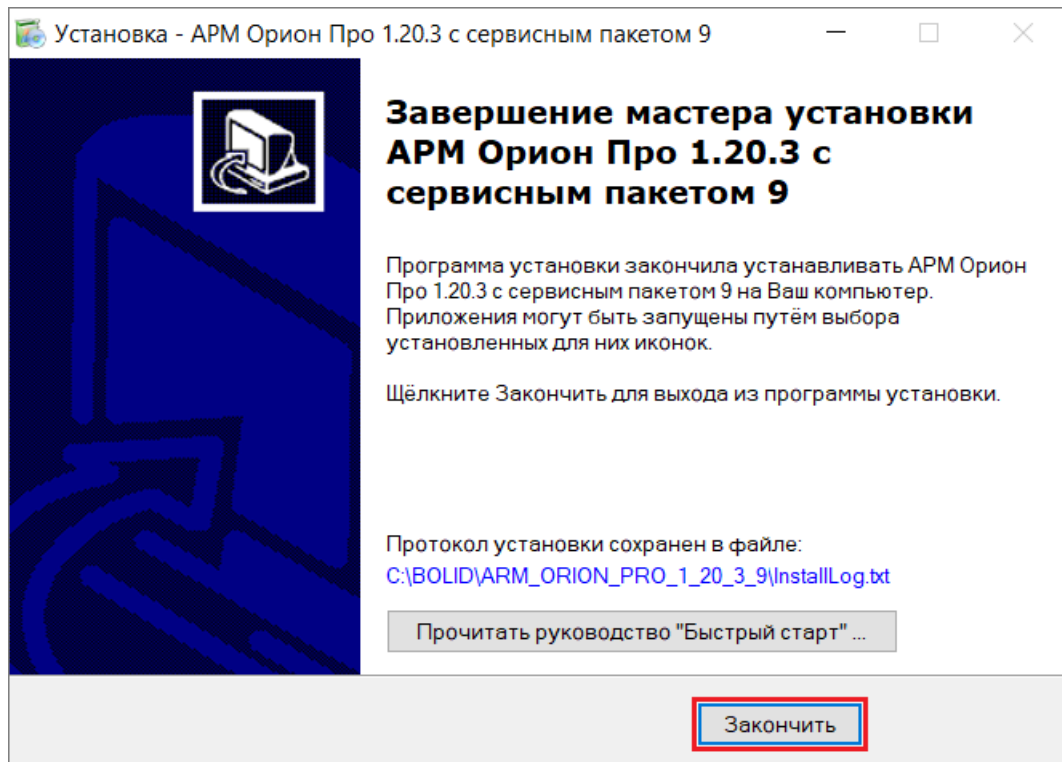

Рисунок 2-14 Завершение процесса установки ПО
- 12) В случае успешного окончания установки АРМ «Орион Про» будет открыта последняя страница Мастера установки ПО с информацией о завершении установки ПО. При необходимости ознакомьтесь с руководством «Быстрый старт». Для завершения работы с Мастером установки нажмите кнопку «Закончить» (см. Рисунок 2-14).